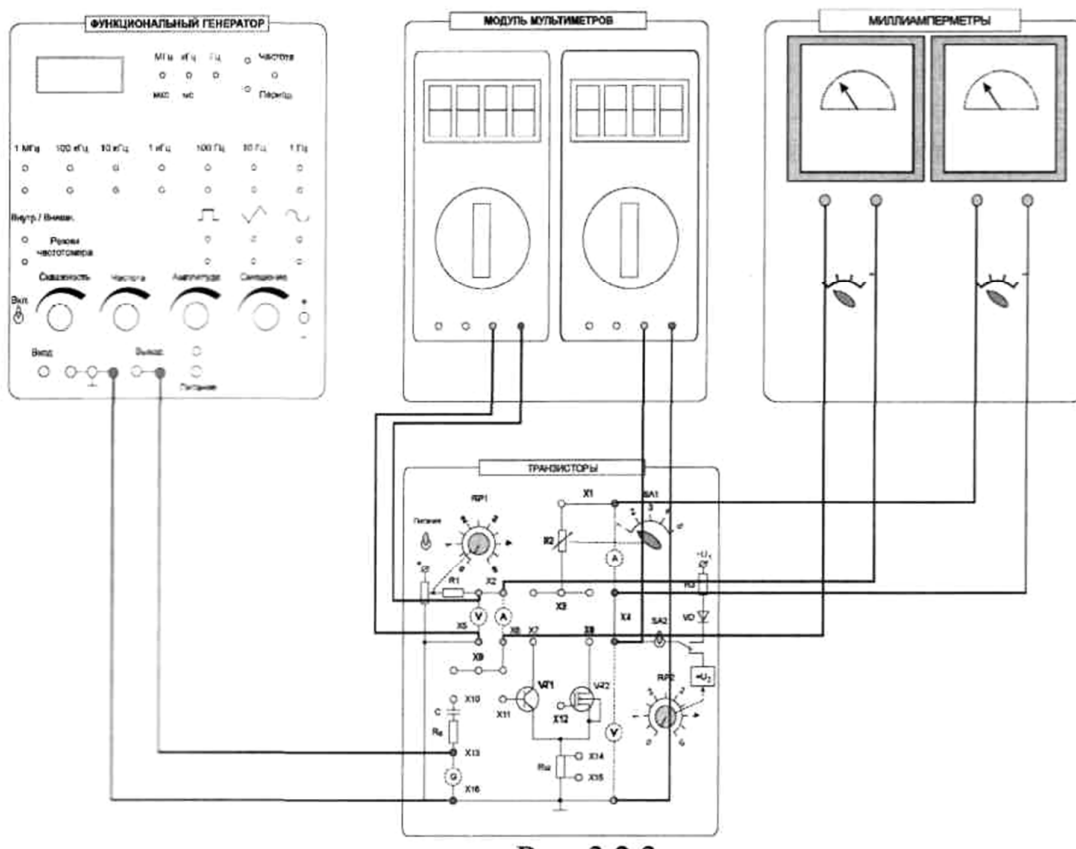

Рис. 3.2.3.
Основными характеристиками транзистора, включенного по схеме с общим эмиттером, являются статическая характеристика прямой передачи по току $I_{\text{К}} = f(I_{\text{Б}})$ при $U_{\text{К}} = \text{const}$, статическая выходная характеристика $I_{\text{К}} = f(U_{\text{КЭ}})$ при $I_{\text{Б}} = \text{const}$ (рис. 3.2.3), а также статическая входная характеристика $I_{\text{Б}} = f(U_{\text{Ба}})$ при $U_{\text{КЭ}} = \text{const}$.
3.1 Ознакомиться с лабораторным модулем для исследования транзисторов. Собрать схему для снятия характеристик биполярного транзистора (рис. 3.2.3). Между гнездами X2 и X6 включить миллиамперметр и соединить перемычкой гнезда X9-X11. Между гнездами X1-X4 включить второй миллиамперметр модуля миллиамперметров. Соединить перемычкой гнезда X3-X7. Между гнездами X2-X5 и X4-X16 включить мультиметры в режиме измерения постоянного напряжения. Тумблер SA2 установить в нижнее положение.